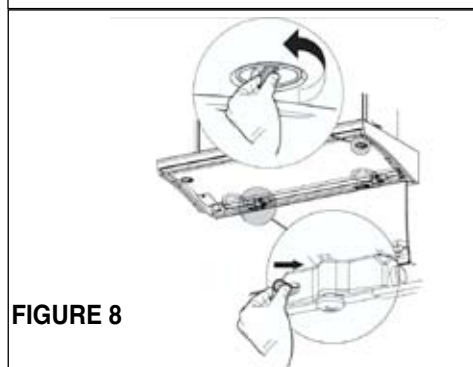
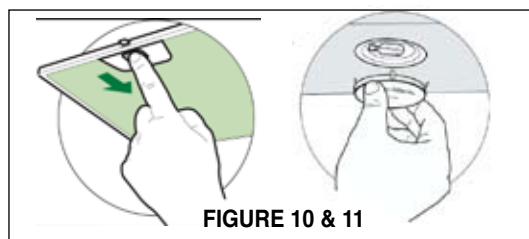

FIGURE 8
FIGURE 10 & 11
3. Ouvrir le panneau tel que démontré à la **FIGURE 8** en tournant les deux boutons placés à gauche et à droite du panneau. Enlever le panneau en le glissant au dessus de la fiche sur un côté et en le glissant de l'autre côté hors de la fiche. Retirer le filtre à graisse en poussant la languette arrière. Glisser la visière de verre.
9. Remplacer les filtres à graisse (Figure 10) et replacer le panneau à la hotte en fixant les boutons du panneau en place (Figure 8). Rebrancher le conduit au registre d'alimentation et sceller toutes les connections.
Les filtres à graisse devraient être nettoyés fréquemment dans une solution d'eau chaude et de détergent ou placés au lave-vaisselle (voir FIGURE 10 pour enlever les filtres). Nettoyer les surfaces extérieures avec de l'eau chaude savonneuse. L'intérieur du panneau peut être nettoyé avec un linge humide. L'utilisation d'agents abrasifs peut égratigner la fini de la hotte. Ces agents abrasifs ne devraient pas être utilisés. Voir (FIGURE 8) si vous préférez retirer le panneau pour le nettoyer. Le panneau peut être lavé lorsque fixé ou non. Ouvrir le panneau en tournant les deux boutons de gauche et de droite. Enlever le panneau en le glissant d'un côté et de l'autre. Après l'avoir nettoyé, replacer les filtres et rebrancher le panneau et tournant les boutons vers la droite.